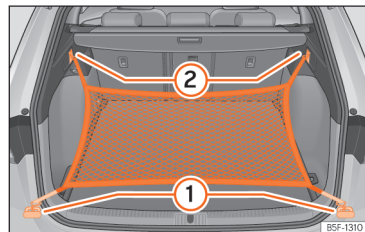

Abb. 189 Im Gepäckraum: Ösen (1) und Haken (2) zum Einhängen des Gepäckraumnetzes.
• Hängen Sie die kurzen Haken des Netzes in die Verzurrösen ein »» (Abb. 189) ① »» ⚠. Der Reißverschluss des Gepäckraumnetzes muss dabei nach oben zeigen.
• Befestigen Sie die Spanngurte in den Taschenhaken (2).